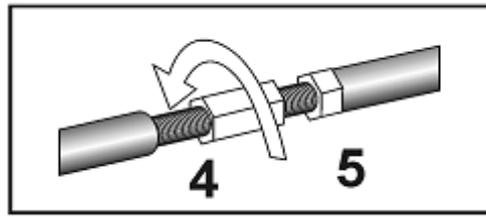

Рис. 3
Ослабить контргайку (5), а римскую гайку (4), как указано на рис. 3, повернуть против часовой стрелки для уменьшения начального нажима.